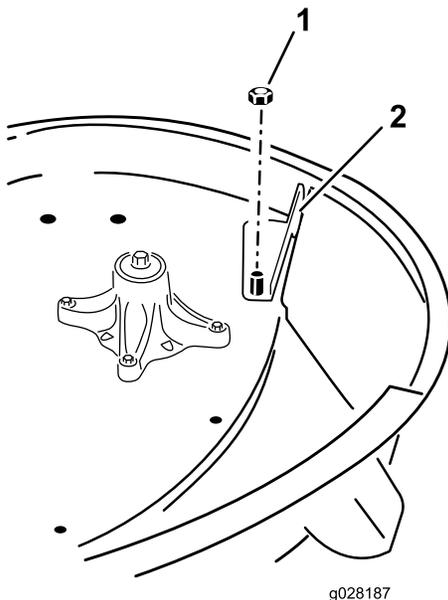

Figura 1
4. Rimuovete il dado di bloccaggio (3/8 poll.) che fissa l'asta di ritenuta del piano inclinato di scarico (Figura 1).
5. Se il piatto presenta un deflettore di scarico installato, rimuovete il deflettore di scarico (Figura 1). Conservate